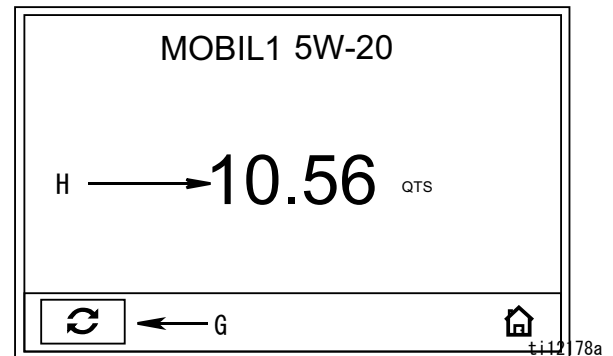

図 21
2. 中心の ENTER ボタンを押して、選択を確認します。手動ディスペンス画面 (図 21) が表示されます。
液体が流れます。表示されている量は ゼロから、または以前にディスペンスされた量 (図 21) から上がり、フィールド H に表示されます。